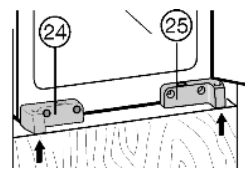

Fig. 12
- ▶ Выровняйте устройство по глубине: Выровняйте переднюю кромку кронштейна *Fig. 12 (24)*, кронштейн *Fig. 12 (25)* и крепежный уголок *Fig. 12 (22)* по передней кромке дна шкафчика и по боковой стенке.